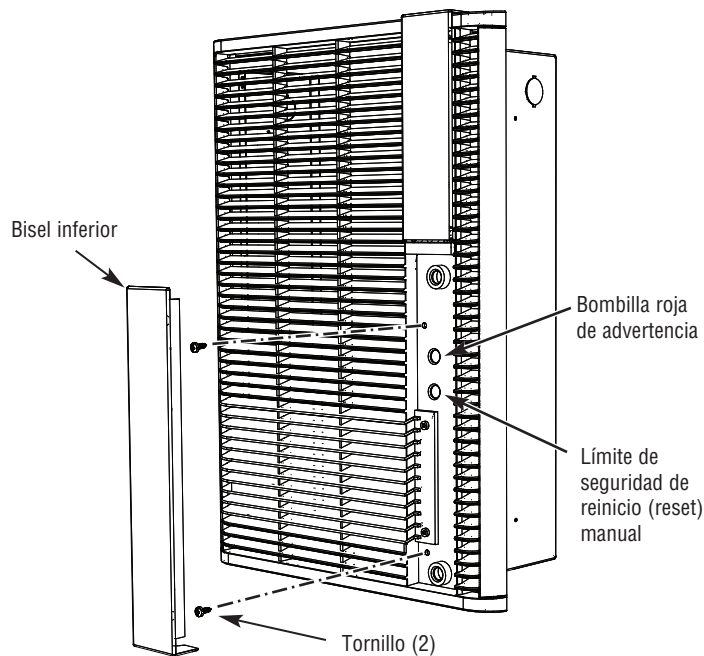

Figura 5- Ubicaciones de tornillos de rejilla
4. Hay dos orificios en el área de bisel inferior de la rejilla que se alinean con dos orificios del conjunto calefactor. Inserte los dos tornillos en estos dos orificios y apriete (Figura 5).
Este calefactor está equipado con un control de límite de seguridad de reinicio manual que apagará automáticamente el calefactor si éste se sobrecalienta, para evitar un incendio. Se encenderá una bombilla roja de advertencia para avisar que este control se ha activado. Vea la Figura 5 para conocer la ubicación de estos dispositivos.
### PARA REINICIAR EL LÍMITE DE SEGURIDAD (VEA LA FIGURA 5)